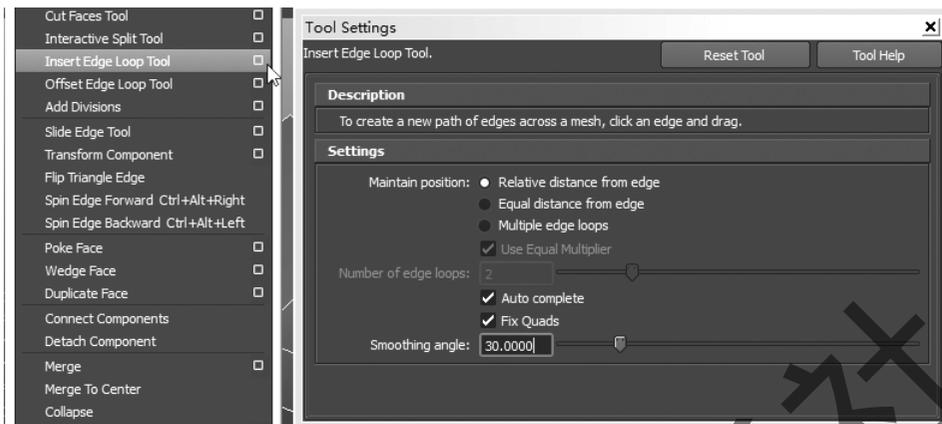

图 4-15 添加循环边属性
Step 2: 看一下 Edit Mesh→Insert Edge Loop Tool 菜单的设置。点击 Edit Mesh→Insert Edge Loop Tool 后边的小方块,进入 Tool Settings 编辑器,如图 4-15 所示。